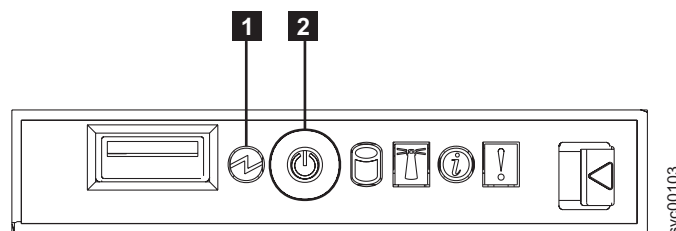
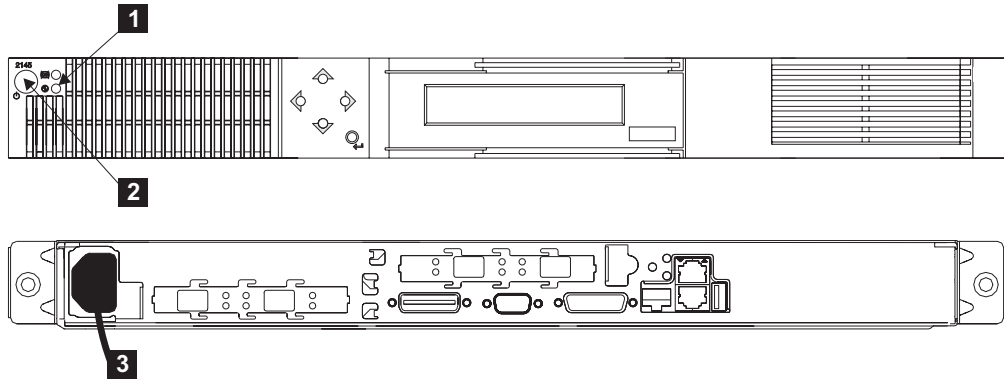

図 82. SAN ボリューム・コントローラー 2145-8F4 または SAN ボリューム・コントローラー 2145-8F2 のオペレーター・パネル表示装置
図 83. SAN ボリューム・コントローラー 2145-4F2 のフロント・パネルと背面パネルの図
1. SAN ボリューム・コントローラー 2145-8F4 または SAN ボリューム・コントローラー 2145-8F2 の電源 LED **1** (図 82) または SAN ボリューム・コントローラー 2145-4F2 の電源ライト **1** (348 ページの図 83) を検査します。ライトが点灯している場合は、ステップ 2 (348 ページ) に進みます。ライトがオフまたは明滅のいずれかの場合は、電源は、SAN ボリューム・コントローラーから除去されています。ステップ 4 (349 ページ) に進みます。